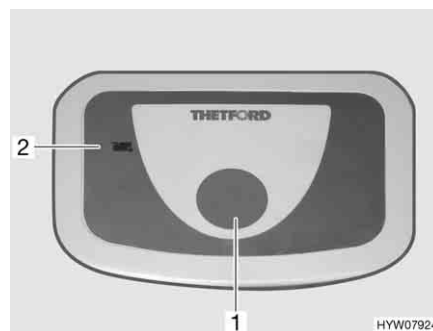

Fig. 166 Pulsante dello sciacquone/spia di controllo toilette Thetford
- Per sciacquare premere il pulsante blu (Fig. 166,1).
La spia di controllo (Fig. 166,2) si accende quando il serbatoio fecale deve essere svuotato.